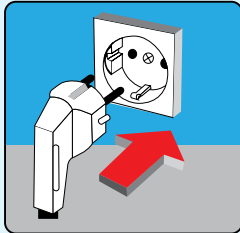

IMAGEN 10
- Si su producto fue sacudida durante el transporte y la colocación, espere su producto para ser enfriado (1) hora sin correr. De esta manera, si el aceite del compresor se infecta al sistema, volverá. Si se funciona sin prestar atención a esta situación, puede dañar el compresor.
- Enchufe el producto a una salida establecida de acuerdo con las normas, tiene sólo 220-240V/50 Hz de corriente alterna. (Imagen 10)